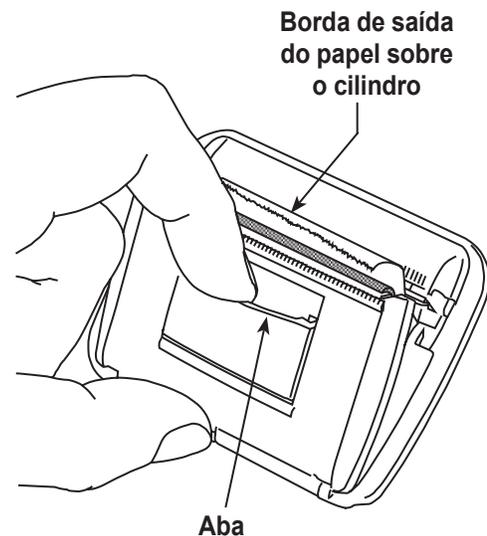

Figura 11
1. Remova a tampa da impressora puxando a aba como mostrado na Figura 11.